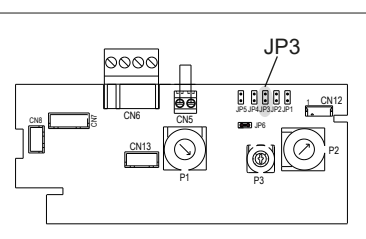

fig. 2a
- remover o tubo de conexão da válvula de gás-queimador (X) afrouxando as duas porcas com as suas juntas (X1)
- afrouxar os dois parafusos (A) de fixação do coletor ao queimador utilizando uma chave CH7 e removê-lo
- abrir a tampa de inspeção do painel de instrumentos para aceder à interconexão JP3 na placa de comando (fig. 2a):